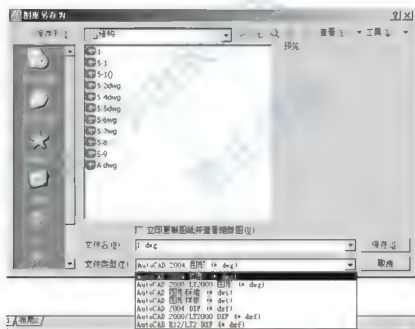

图 6.77 AutoCAD 保存的格式类型
(1) 执行菜单栏中的【视图】|【三维视图】|【西南等轴测】命令,使视图成为轴测视图。
(2) 执行菜单栏中的【文件】|【另存为】命令,打开【图形另存为】对话框,打开【文件类型】下拉列表,里面有 AutoCAD R12 到 AutoCAD 2004 3 个版本的 DXF 格式,如图 6.77 所示。